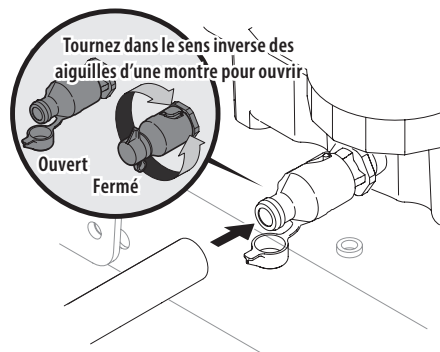

Figure 21
4. Retirez le capuchon protecteur de la soupape de vidange (Figure 21).